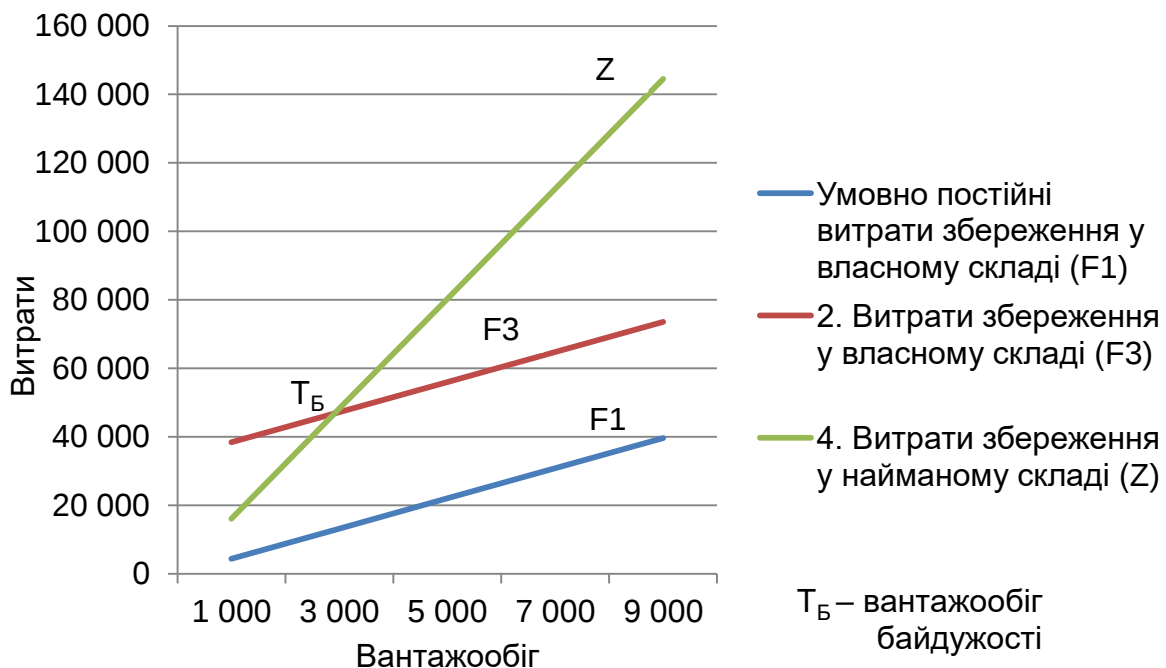

Рис. 5.1. Графічне визначення вантажообігу "байдужості"
3. Побудова графіка витрат. Визначення зони доцільності використання складів (рис. 5.1).